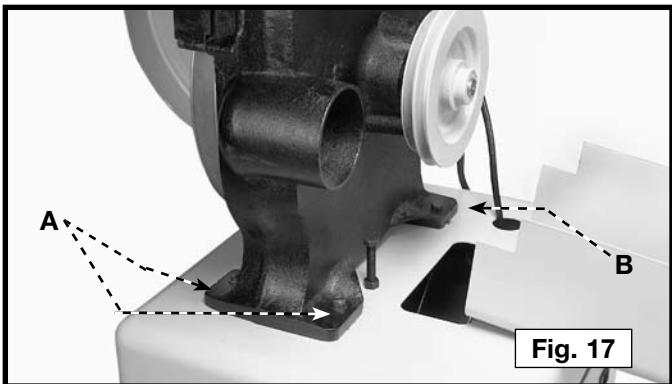

Fig. 17
- 1.. Coloque la sierra de cinta en la parte superior de la base de soporte de la manera que se muestra en la Fig. 17.